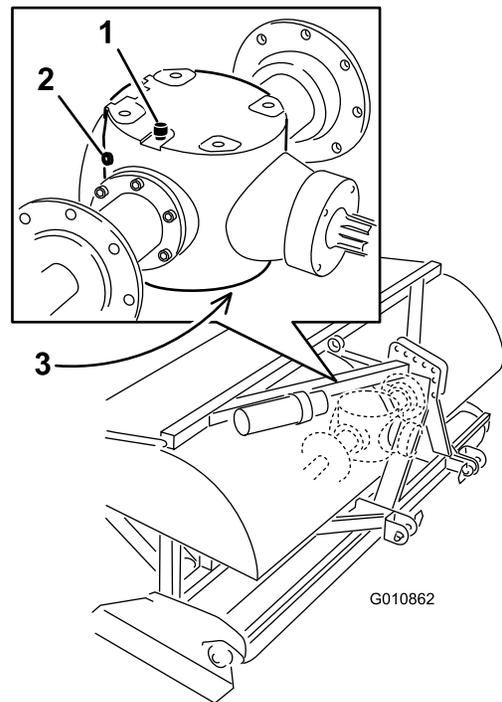

Figura 47
2. Retire el tapón de verificación de la caja de engranajes (Figura 47).
3. Asegúrese de que el aceite llega hasta la parte inferior del orificio del tapón de verificación de la caja de engranajes (Figura 47).
1. Limpie cualquier residuo del tapón de ventilación/llenado para evitar cualquier contaminación (Figura 47).